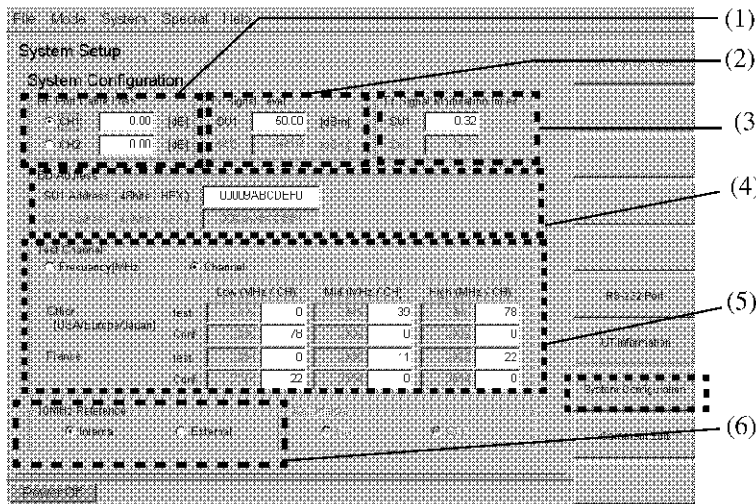

図 2-34 System Configuration 設定
System Configuration での各設定項目（図 2-34 (1)～(6)）を説明します。
1. CH1, CH2 に IUT を繋ぐケーブルの損失を入力します(図 2-34 (1) 参照)。
2. 本器の RF 送信出力レベルを設定します (図 2-34 (2) 参照)。
3. 本器の組込通信ユニットの変調指数を設定します (図 2-34 (3) 参照)。
4. 本器の組込通信ユニットの BD Address を設定します (図 2-34 (4) 参照)。
入力には外部キーボードを使用します (図 2-34 (3) 参照)。
5. RF 通信試験時の周波数またはチャンネル条件を設定します。(図 2-34 (5) 参照)。
6. 基準周波数源 (10 MHz) を選択します (図 2-34 (6) 参照)。